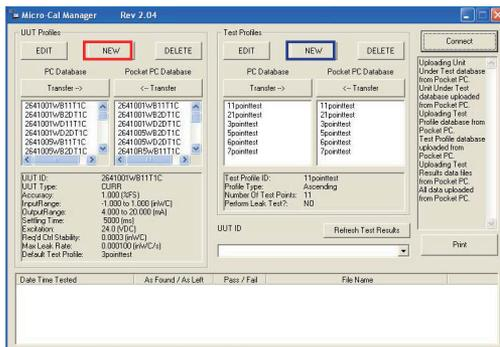

图32
2. 新配置文件将被复制到原配置文件所在的数据库。请参见图32。